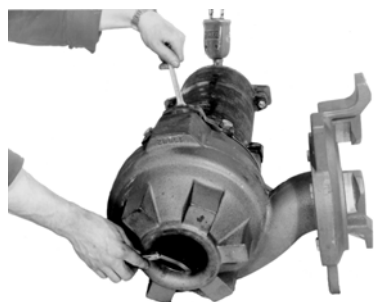

Рис. 14
4. Проворачивая рукой рабочее колесо, проверить зазор в нескольких точках, смотрите рис. 14.